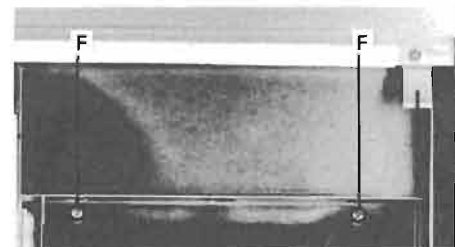

Fig. 2.6
2.6 Lampen fuer Anzeigebeleuchtung auswechseln (Fig. 2.6)